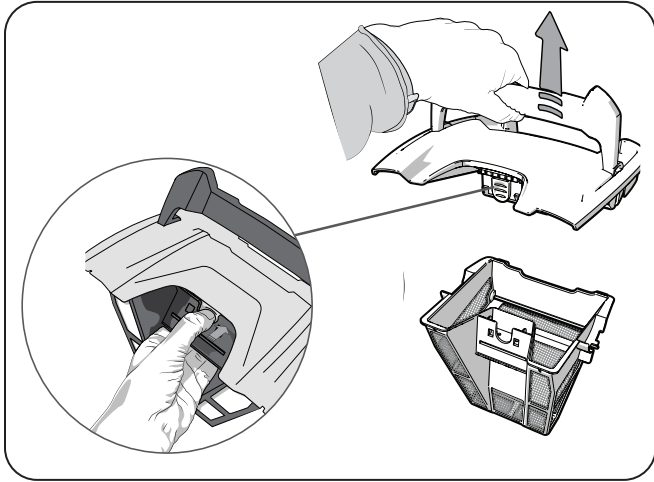

Figura 11. Extraer la tapa del cartucho del filtro
- Presione el pestillo interior y extraiga la tapa del cartucho del filtro (Figura 11).